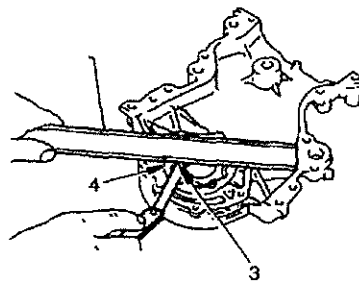

Bild. 82 Kontroll av mått.
Husets ovansida till kugghulets inre diameter, avstånd 0,05 - 0,09 mm (3) på bild 82.
Husets ovansida till yttre kugghulets yttre diameter, avstånd 0,05 - 0,11 mm (4) på bild 82.